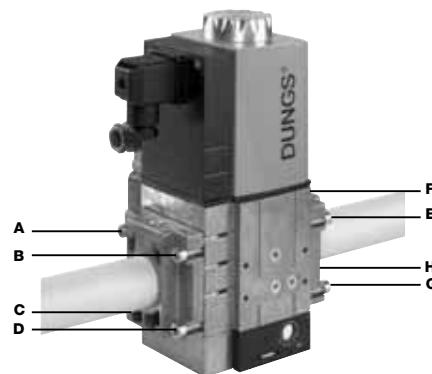

Рис. 20
2. установить устройство MBC...SE и уделить особое внимание прокладкам O-Ring (Рис. 20)